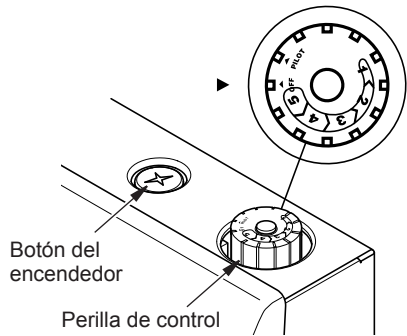

Figura 21 - Perilla de control en la posición OFF (apagado)
4. Espere cinco (5) minutos a que se disipe el gas. Luego acérquese para ver si percibe olor a gas, incluso cerca del suelo. Si percibe olor a gas, ¡DETÉNGASE! Siga el punto "B" en la información de seguridad en la página 50. Si no percibe olor a gas, continúe con el siguiente paso.
5. Gire la perilla de control en sentido contrario de las manecillas del reloj ↶ hasta la posición PILOT (piloto). Presione la perilla de control durante cinco (5) segundos (consulte la Figura 21).